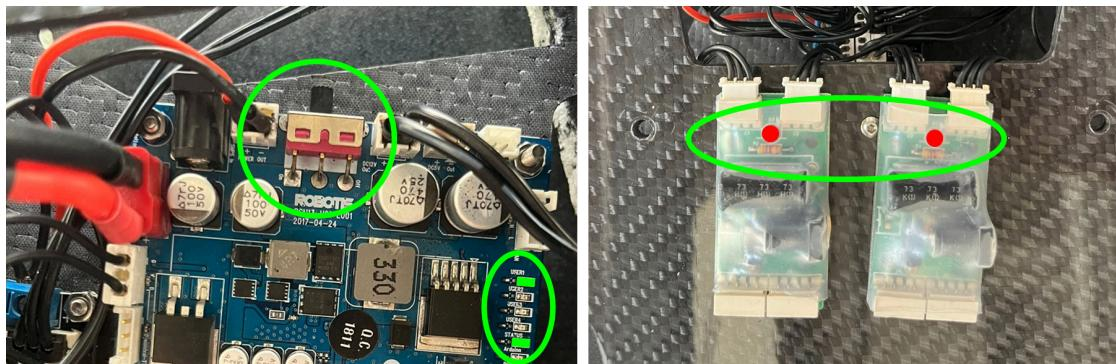

Figura 17. Robot Energizado.
5. Energize al robot moviendo el switch de la posición de ON (figura 17). Notará que al energizarse los led de los motores se encenderán momentáneamente y de los led del SMS2Dynamixel y de la Open CR se encenderán.